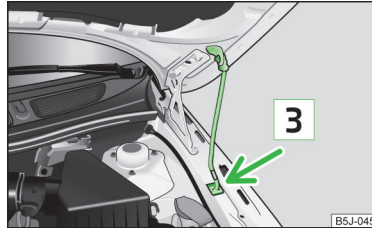

Fig. 124
- Retire la varilla de apoyo desde la fijación y asegure el capó abierto colocando el extremo de la varilla en el orificio **3** » fig. 124 previsto para ello.